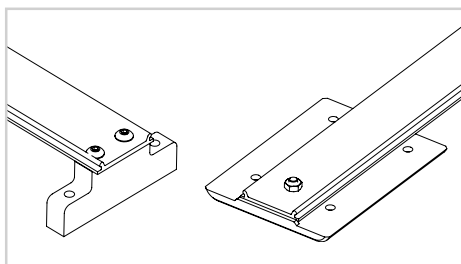

図 5
- 4) ベルトをブロック/プレートに固定しているネジとナットを取り外します (図 5)。